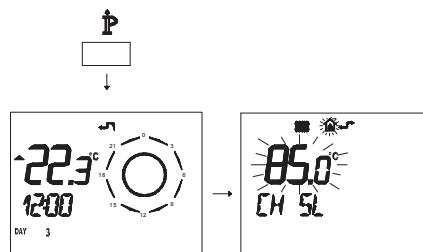

Figura 5.41
L'andamento della temperatura al variare dell'impostazione fatta con i tasti 15 e 16 per un $K 1,5$ è illustrato nella Figura 5.41.
- Premere per più di 3 secondi il pulsante P per entrare in modalità **INFO** (Figura 5.41).